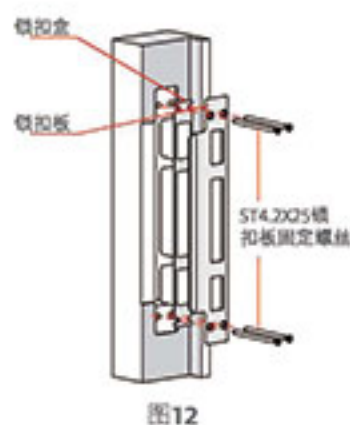

图12
- ▶ 9-1 按照图12所示，锁扣板中心线对齐锁体中心线，标出扣板的安装位置及开孔（开孔尺寸图见纸规）。用螺丝固定。